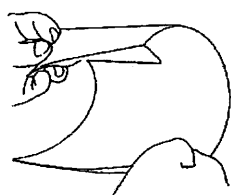

図6-2-1
- ① 折り目 (ミシン目) が入っている OUT 側を、山折りに折ります。(図6-2-1)